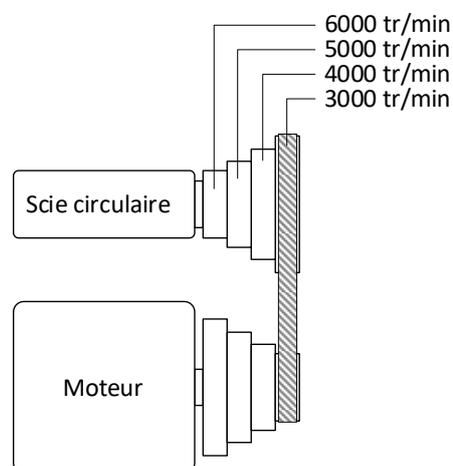

Figure 53 : schéma de vitesse
- Faire passer la courroie trapézoïdale à la vitesse souhaitée conformément à ⇒ Figure 53. **Règle générale :** Placez toujours la courroie en premier, du « grand » au « petit ».
- Faire pivoter le levier (H) vers la gauche